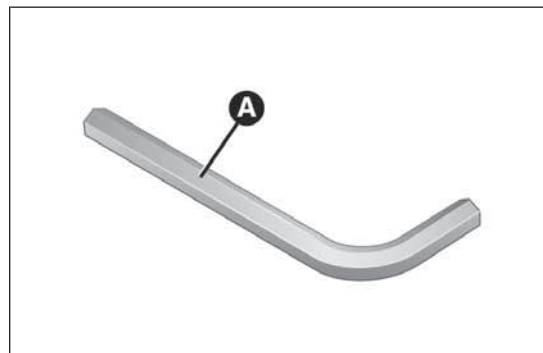

fig. 182
- ☐ utilizar la llave Allen A fig. 182 suministrada de serie;